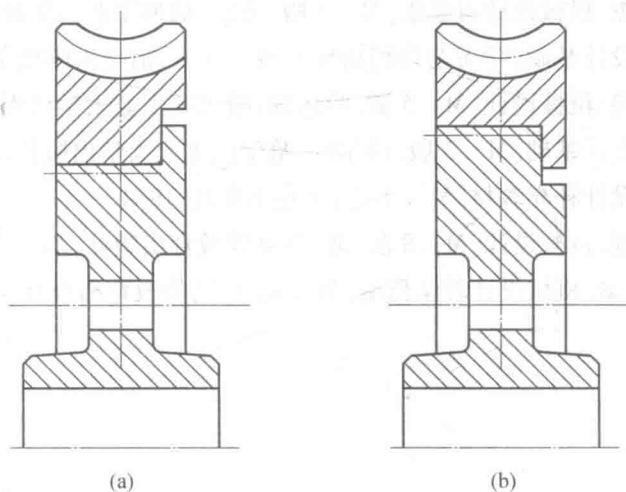

图 7
2. 如图 7 所示。
答 图 7(a)方案是合理的结构。原因:从加工角度(4 分),轮缘的配合面是内孔表面,不易加工,如果采用图 7(b)方案,配合面的内凹直角处很难加工,需要清根,造成应力集中,采用图 7(a)方案可以方便加工配合面;从受力角度(4 分),蜗轮受轴向力,轮缘的材料较软,在受到相同轴向力时,图 7(b)方案蜗轮轮缘受剪面积较小,工作剪切应力大,剪切强度较低,图 7(a)方案受剪面积大,抗剪强度高,受力合理。